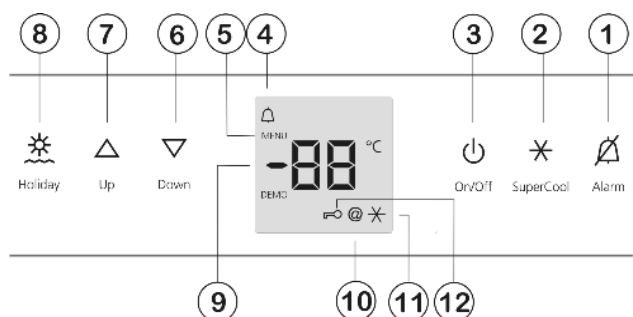

Fig. 3
- Нажмите кнопку On/Off Fig. 3 (3).